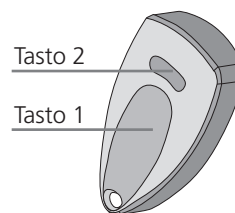

Figura 5
- **presentare in prossimità della porta (max 1 metro) uno alla volta, i nuovi radio comandi, premendo il tasto 1 (figura 5) sino a che il buzzer ed il led emettono 2 segnali di conferma.**
Premendo il tasto 1 (figura 5) la serratura cambia stato.
Premendo il tasto 2 del radio comando (figura 5) la serratura entra nella fase "fermo a giorno"